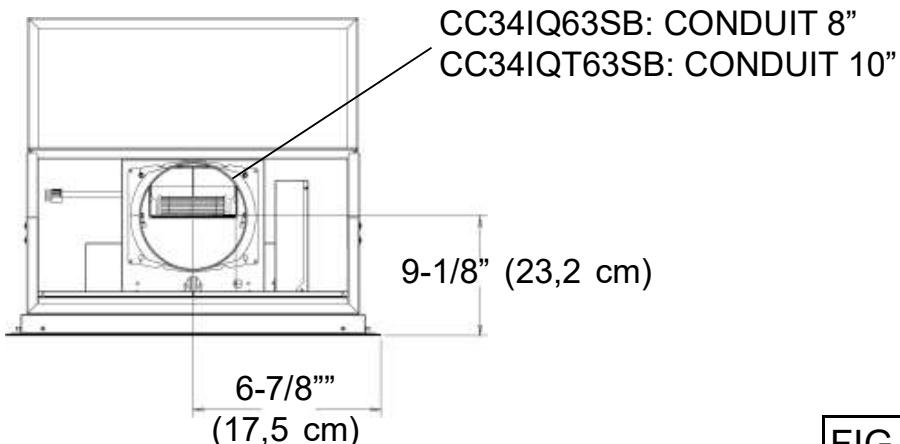

FIG. 7
5. L'orientation du ventilateur sur le modèle CC34IQ63SB peut être changée selon l'emplacement de la sortie. Voir Fig. 7 pour les dimensions de la sortie d'air.